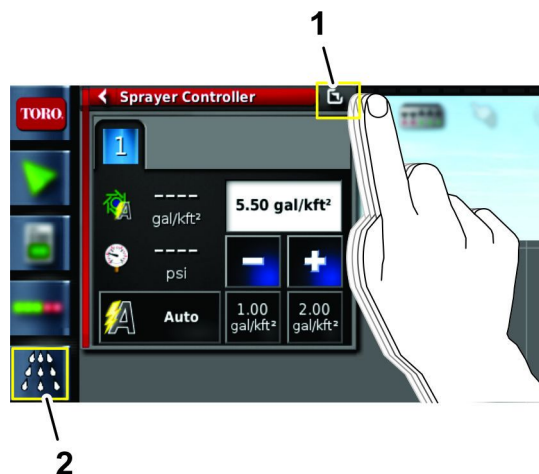

Figura 45
5. Premete l'icona di Controllo del volume di irrorazione, quindi fate scorrere il dito sull'icona schermo intero nell'angolo in alto a destra della finestra di controllo dell'irroratrice (Figura 45).